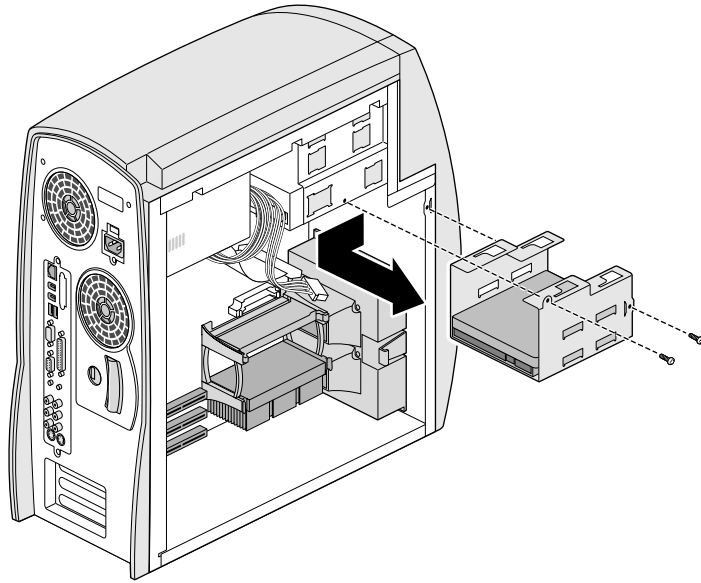

図 4-11 内部ハードディスクドライブブラケットの取り外し
5. システムからドライブブラケットを取り外します (図 4-11)。